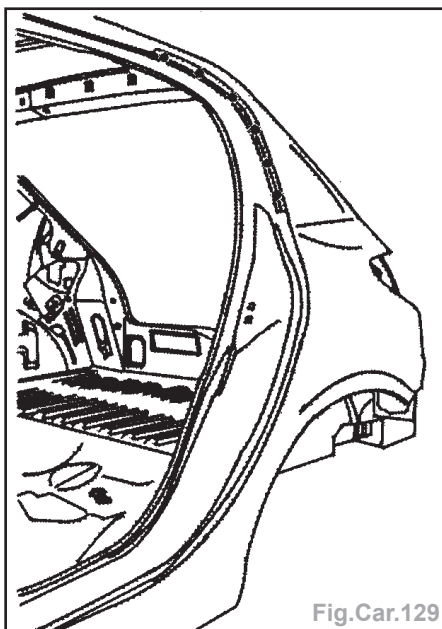

Fig.Car.129
- Poser le support arrière de joint de jet d'eau (Fig.Car.129).